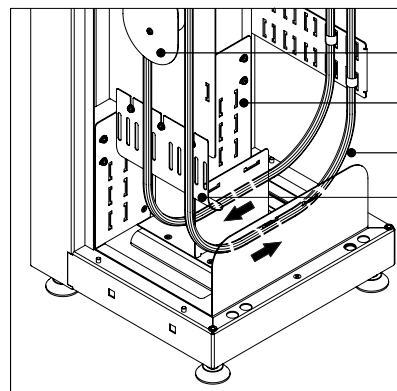

Figura 12C
6. Encamine los cordones por la parte posterior de la guía inferior de cables (ítem 2), pasando por la Curva Guía de cables (ítem 3) hasta el tubo guía (ítem 4) (ver figura 12C).
8. Encamine los cordones por la parte delantera de la guía inferior de cables hasta los soportes guía de cable lateral (ver la figura 12C).